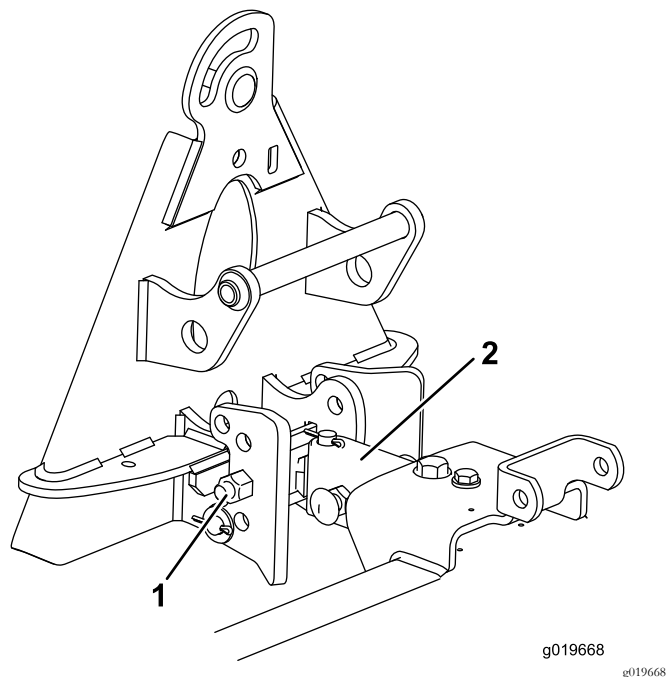

图12
1. 将挂钩总成安装在限位支架的下孔中图12。
2. 使挂钩管较长的一侧向上并安装到吊架总成的下方图12。